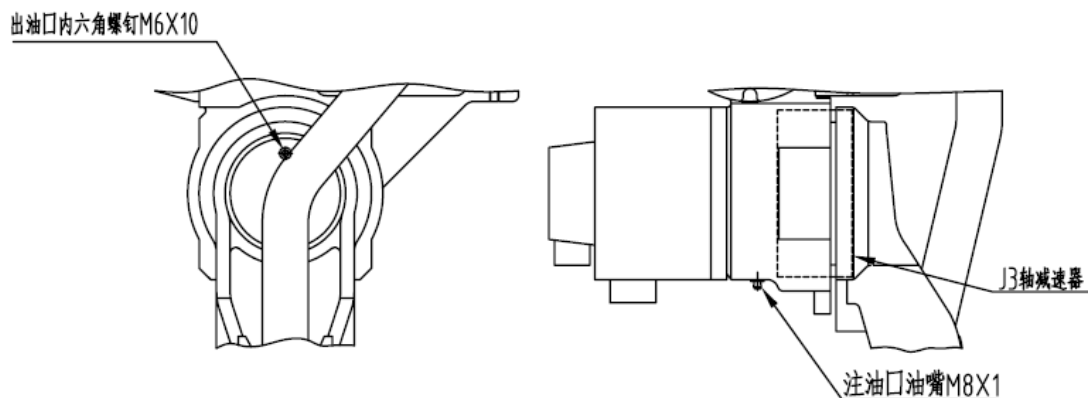

图 15 J3 轴减速机局部结构
#### 5.3.3.1 油脂补充步骤（参考图 15）
**5.3.3.2 油脂更换步骤（参考图 15）**